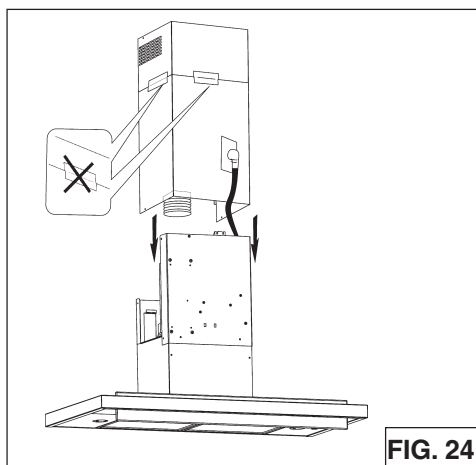

FIG. 24
9. Branchez le cordon électrique dans la prise de courant. Enlevez le ruban des conduits décoratifs et abaissez-le en place sur le hotte (Fig. 24).